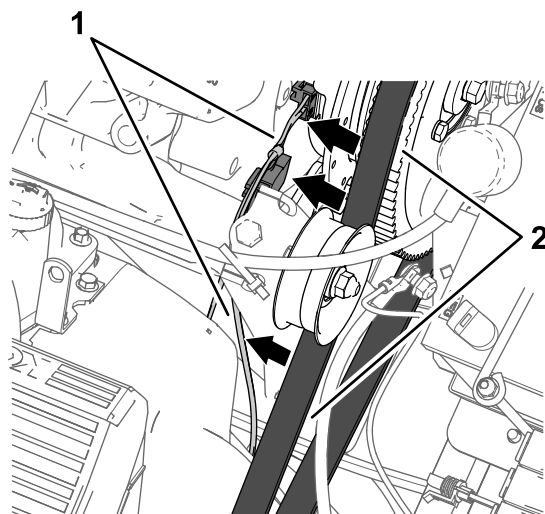

図 168
4. ワイヤハーネスの枝線84cmを、エンジンと散布用ポンプに向けて配線する。オルタネータベルトから十分に離して配線すること図 168。